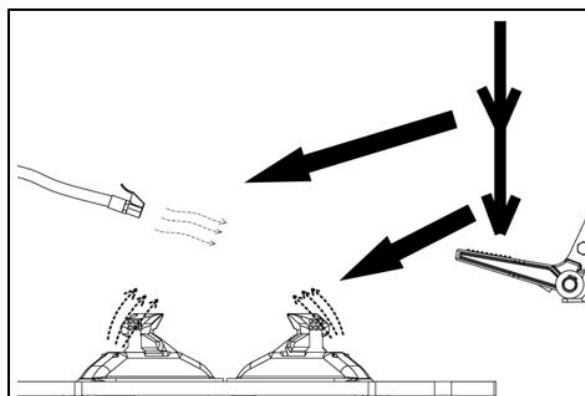

FIG37
- Klem hjulet fast og tilslut oppumpningsslangen. Hurtigoppumpningspedalen (FIG3-27) på højre side af maskinskabet har to trin: første trin = almindelig oppumpning; andet trin = hurtig oppumpning (FIG37). Træd pedalen (FIG3-23) helt ned i andet trin og observer om dækkanten lukker tæt mod fælgen. Hvis ikke, gentag proceduren. Slip hurtigt pedalen tilbage til første trin, når dækket er fyldt. Under hele oppumpningen skal trykket overvåges, så det ikke overstiger det af producenten angivne maksimum.